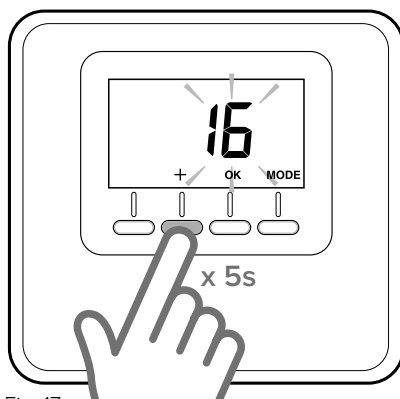

Fig. 17
- Appuyer sur la touche « + » sur le capteur d'ambiance (Fig. 17) pendant 5 secondes. L'écran indique, en alternance, la version du logiciel et l'indice de modification.